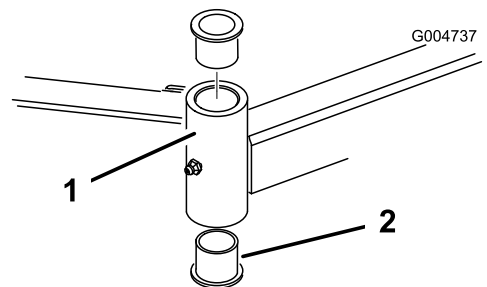

Figura 122
- Inserte un botador fino en la parte superior o inferior del tubo de montaje y dé golpes hasta retirar el casquillo del tubo (Figura 122).